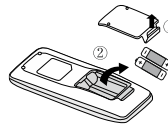

Abb. 1
1. Nehmen Sie den Batteriefachdeckel in Pfeilrichtung ab (siehe Abb. 1 ①).
2. Nehmen Sie die alten Batterien heraus (siehe Abb. 1 ②).